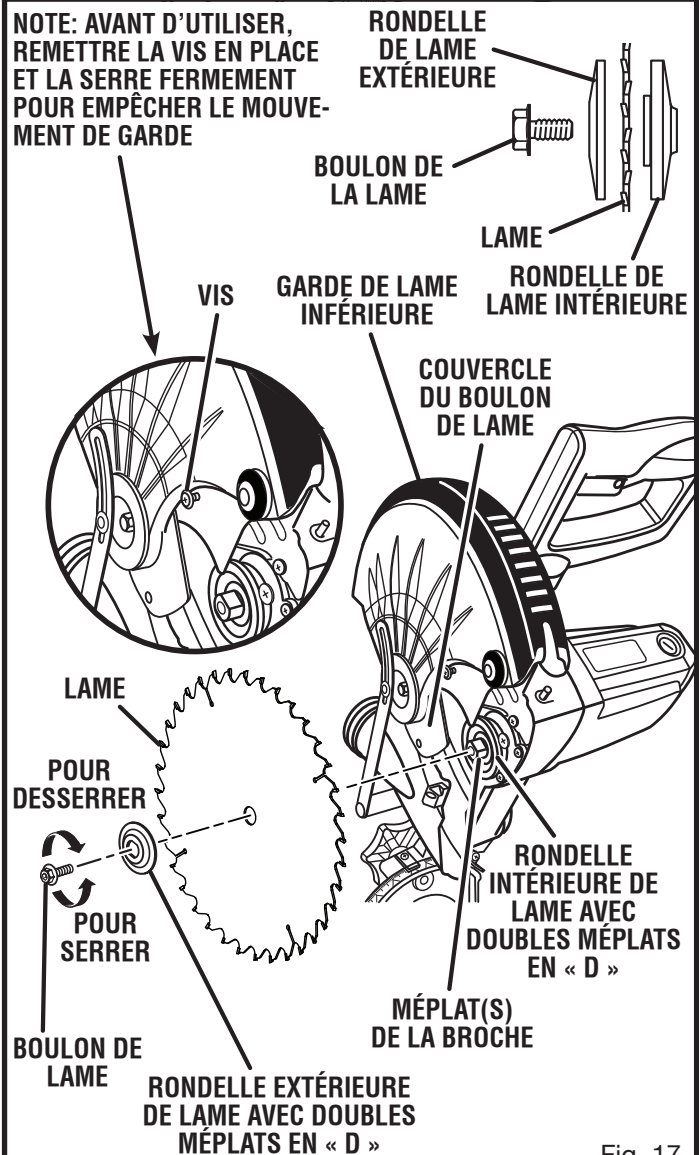

Fig. 17
- Engager la lame dans la garde inférieure et sur la broche. Les dents doivent être orientées vers le bas à l'avant de la lame, comme le montre la figure 17.